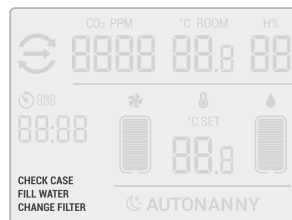

Рис. 18
1.5.7 Сервисные сообщения (рисунок 18)